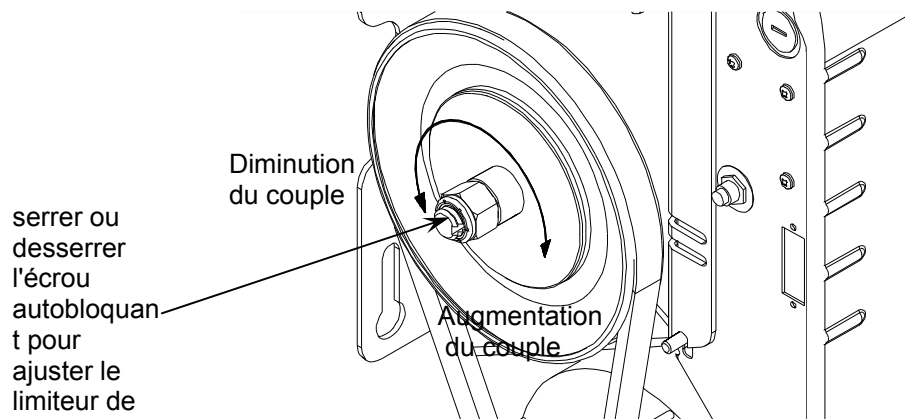

Figure 21 Réglage de l'embrayage
1. On règle l'embrayage en tournant l'écrou situé à l'extrémité de l'arbre d'entrée côté poulie 7po. (Figure 21).